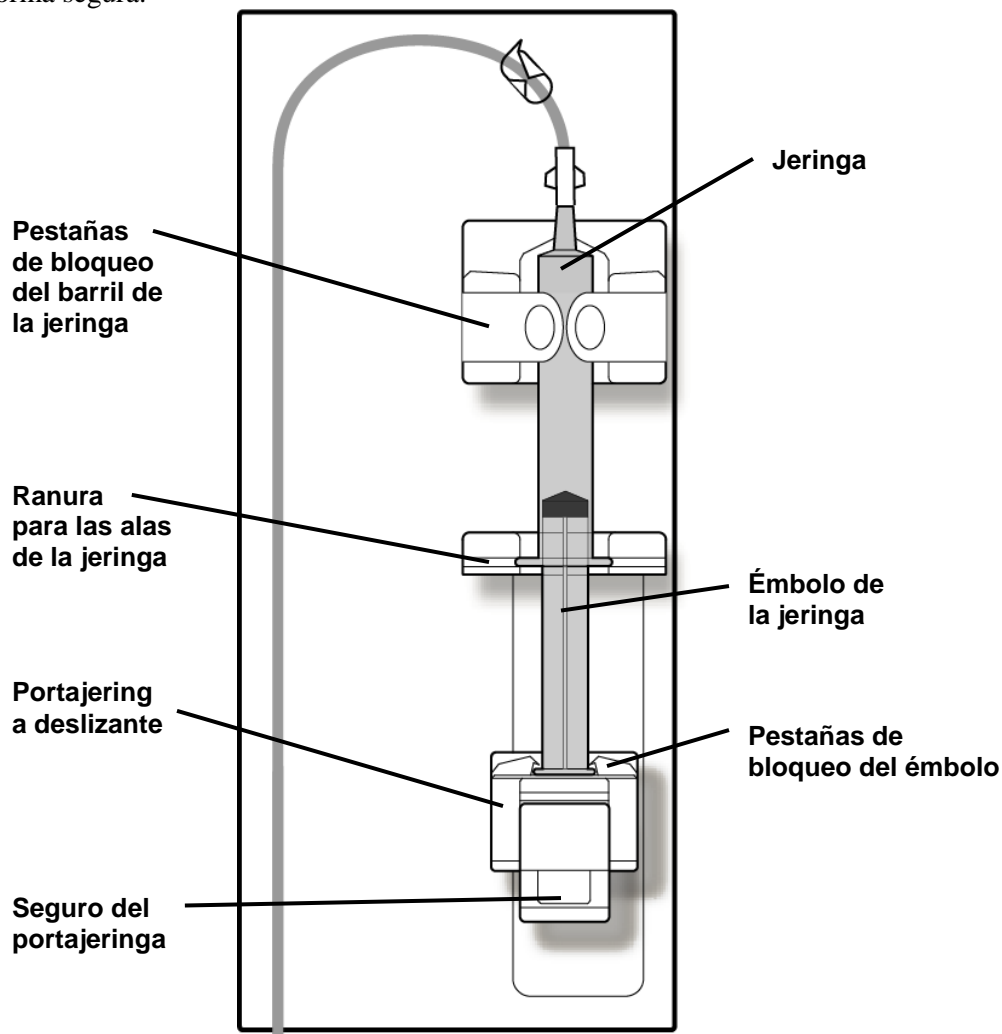

Figura 42 – Módulo de la bomba de heparina de 2008K con la jeringa cargada y conectada
6. Tire de una de las pestañas de bloqueo y coloque el barril de la jeringa en su lugar. Deslice las alas del barril de la jeringa en la ranura de las alas en el módulo de la bomba. Con el barril en su lugar, suelte la pestaña de bloqueo del barril (vea Figura 42).